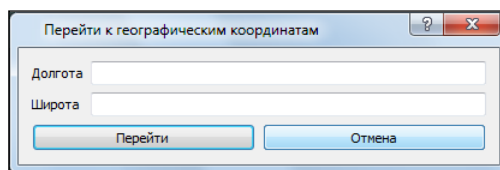

Рисунок 2.60
–  – «Перейти на географические координаты» – переход на требуемые географические координаты. В открывшемся окне (рис. 2.60), в полях «Долгота» и «Широта» введите необходимые географические координаты. Позиция с указанными координатами будет отображаться в центре окна графического плана;